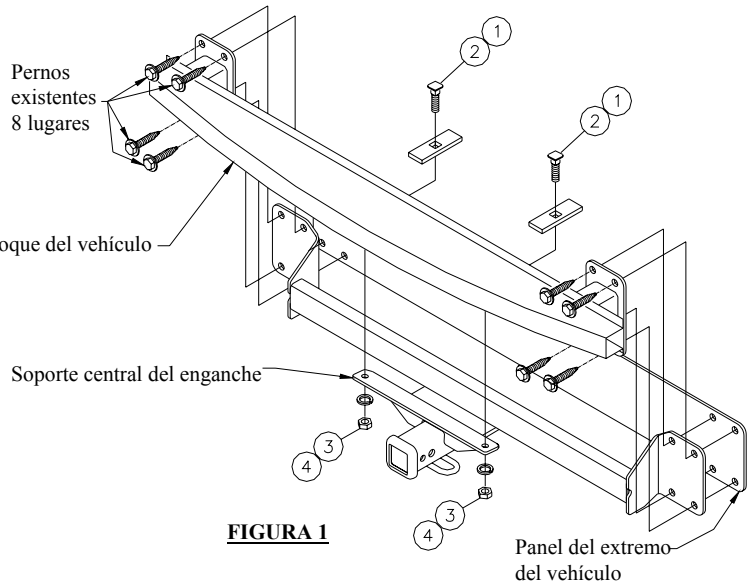

FIGURA 1
①	Cant. (2)	Perno de carruaje 1/2" x 1 3/4"	③	Cant. (2)	Arandela de bloqueo 1/2"
②	Cant. (2)	Bloque 1/4" x 1" x 3"	④	Cant. (2)	Tuerca hexagonal 1/2"
3. Levante el enganche y el parachoque a su posición como se muestra, colocando el enganche entre el panel del extremo del vehículo y el parachoque. Antes de apretar, coloque el enganche de manera que el soporte central haga contacto con la superficie del fondo del parachoque de acero como se muestra en la figura 1.